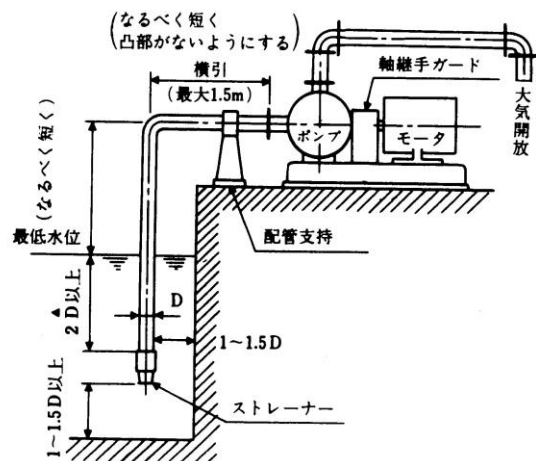

図 1
- 1) 吸込配管の末端は図 1 のように管径(D)の 2 倍以上深く、底より 1~1.5D 以上離してください。